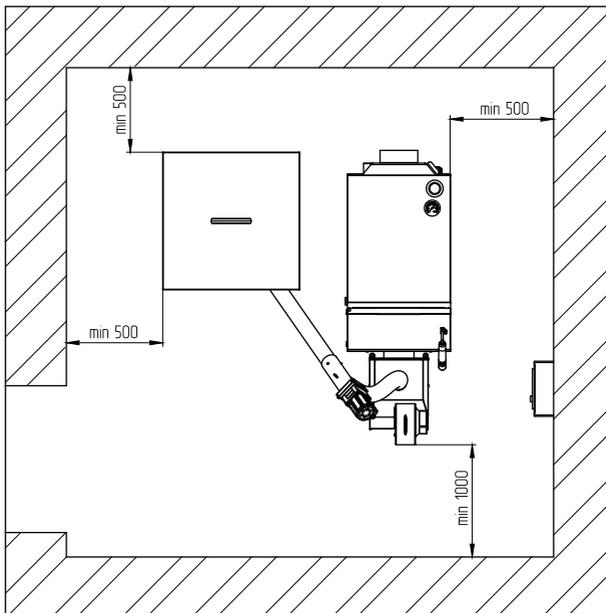

Рис. 16 Расположение котельной установки в помещении
7.3.10. Расположение котельной установки в помещении с учетом необходимого для обслуживания пространства (см. Рис.16).